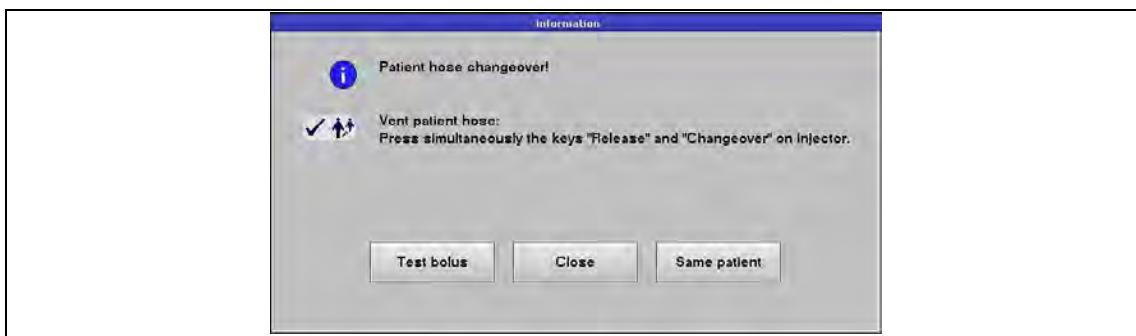

Рис. 57: Замена трубки пациента
1. В окне замены трубки пациента (см. Рис. 57, стр. 71) выбрать функцию **Test Bolus** (Тестовый болюс).